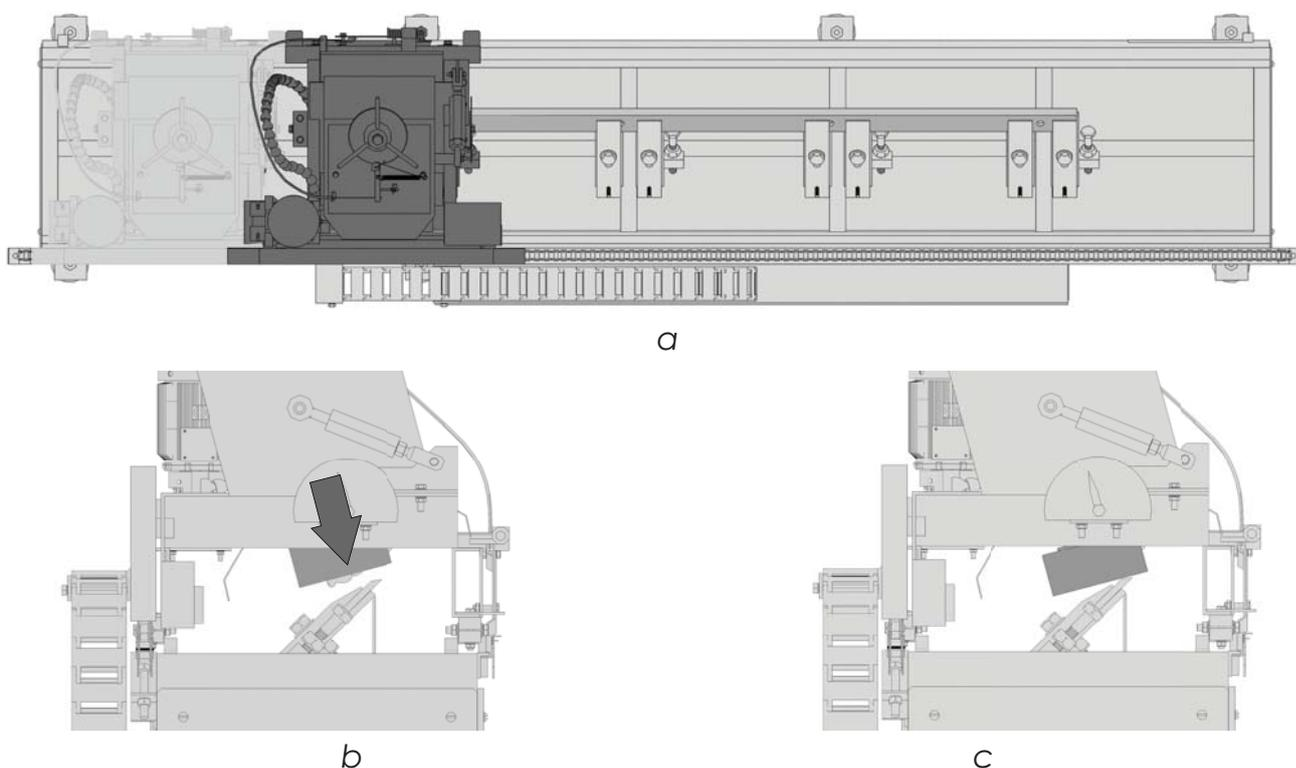

Рис. 19. Установка угла заточки
4. Переместив каретку, опустить абразивный круг так, чтобы между ним и ножом было минимальное расстояние (Рис. 19 а, b, с)